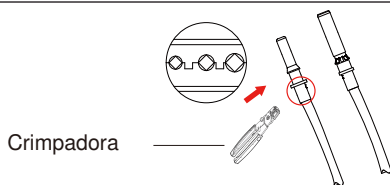

Fig. 3.4 Engarce del contacto al cable
b) Engarce los terminales metálicos con una crimpadora, como en la fig. 3.4.